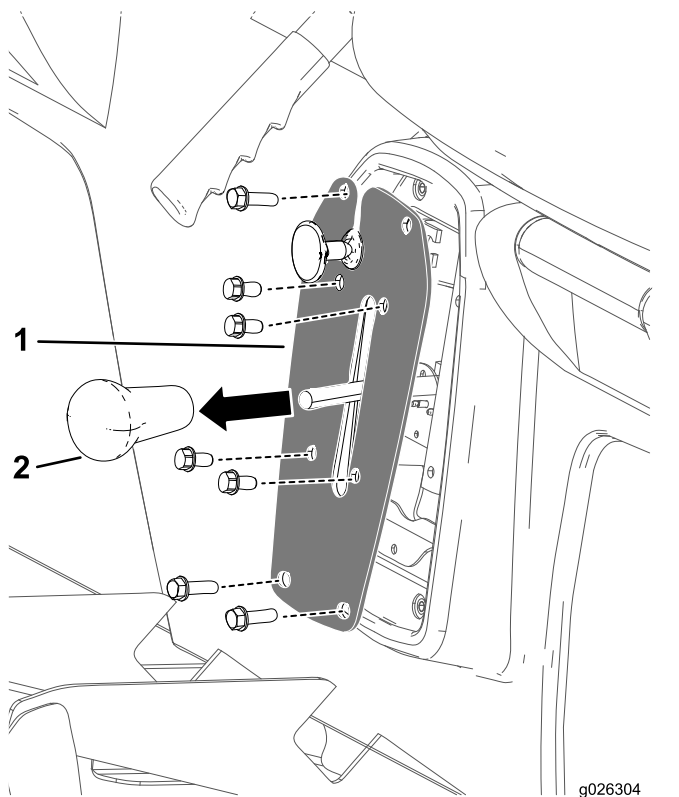

Bild 45
1. Nehmen Sie das Handrad vom Ganghebel ab (Bild 45).
2. Entfernen Sie die vier Schrauben, mit denen die Gangschaltungsplatte an der Gangschaltungshalterung befestigt ist (Bild 45).
3. Entfernen Sie die vier Schrauben, mit denen die Gangschaltungsplatte am Sitzunterteil befestigt ist, und nehmen Sie die Gangschaltungsplatte ab (Bild 45).
4. Schrauben Sie das Handrad auf den Ganghebel und ziehen es mit der Hand an (Bild 45).